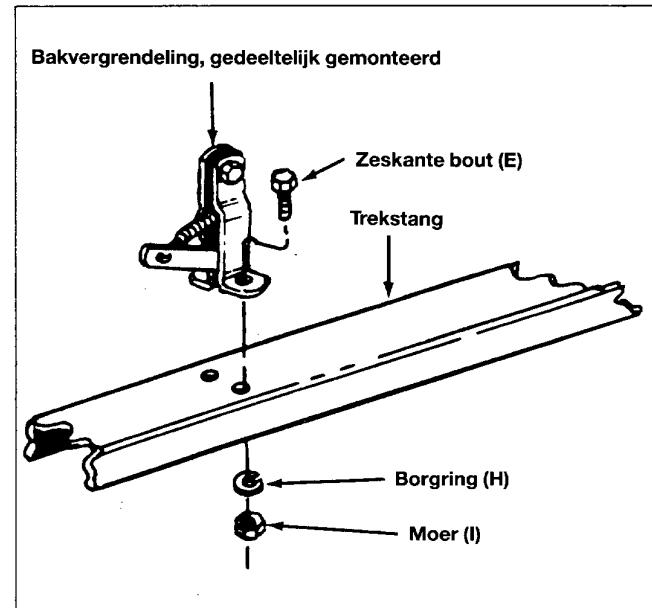

Fig. 13
18. Monteer de vergrendeling van de bak (BB) op de trekstang. Gebruik 6x16 mm zeskante bouten (E), borringen (H) en moeren (I). Zie fig. 13.